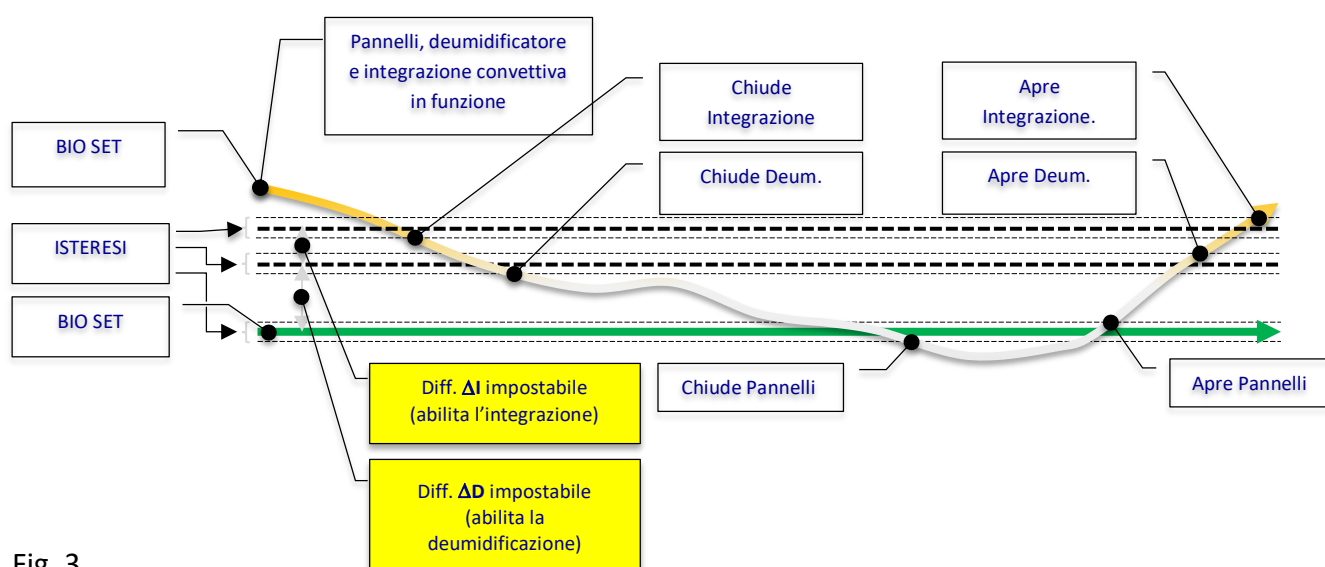

Fig. 3
3. Fra le zone in chiamata viene scelta quella con la differenza maggiore fra la temperatura impostata T_p e quella rilevata e in base ad essa si elabora la temperatura di mandata compensata uguale per tutte le zone. Le zone più vicine al Bioset si chiudono appena lo raggiungono (vedi fig. 3) oscillando nel campo di variazione dell'isteresi.